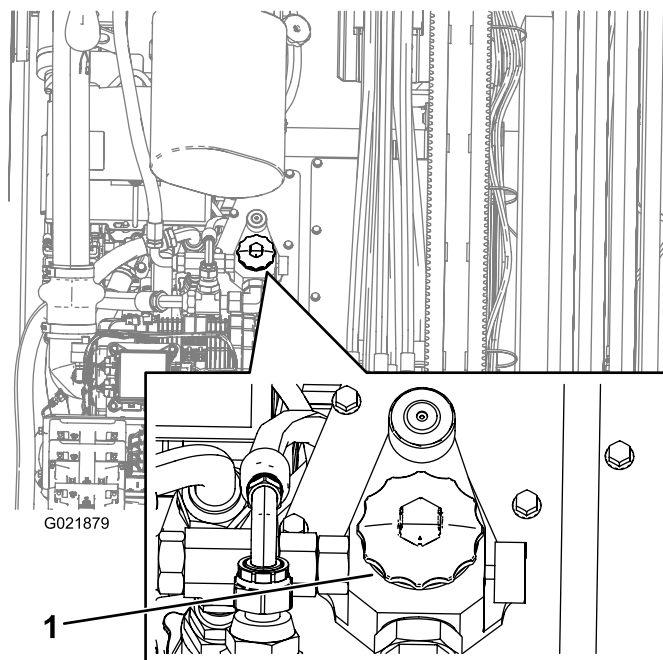

Рисунок 147
4. Откройте крышку гидравлического бака (Рисунок 147).
10. Поместите поддон под фильтр, а затем снимите фильтр (Рисунок 147).